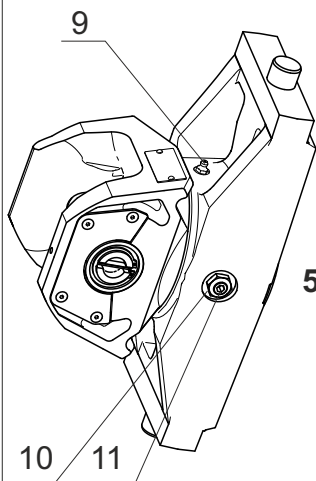

Bild 6
- ⇒ Entsprechend den Einsatzbedingungen die Lagerung über den Schmier-Nippel (9) mit Mehrzweckfett schmieren (max. 1x pro Woche) . Pro Schmierungsvorgang nicht mehr als zwei Hübe einer handelsüblichen Hebel-Fettpresse einbringen. [Bild 6]
- ⇒ 6kt-Mutter (10) SW19 lockern; Gewindestift (11) mit Innensechskantschlüssel SW 6 verdrehen, bis ein axiales Drehmoment von ca. 30Nm erreicht ist. Rechtsdrehung erzeugt ein höheres, Linksdrehung ein geringeres Drehmoment. Abschließend die Kontermutter (10) wieder festziehen. [Bild 6]